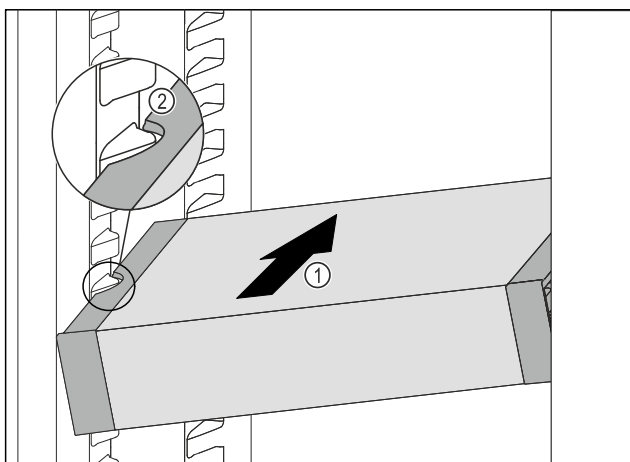

Fig. 87
- ▶ VarioSafe schuin in het koelgedeelte schuiven Fig. 87 (1), tot de uitsparingen aan de zijkant Fig. 87 (2) van de VarioSafe op de hoogte van de rib in het koelgedeelte zitten.